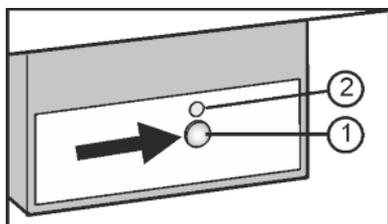

Fig. 10
- ▶ Нажмите и удерживайте кнопку On/Off Fig. 10 (1) так, чтобы светодиод Fig. 10 (2) загорелся.